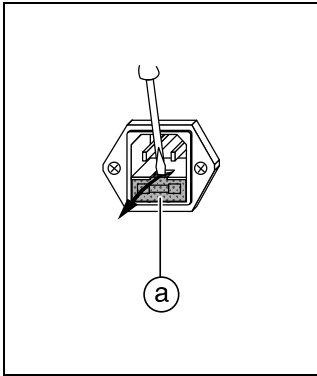

Fig. 2.1
Einsatz ① mit Fassung für Primärschmelzsicherung ② und Reservesicherung ③ heraushebeln (Fig. 2.1).
Pry out insert ① with holder for primary fuse ② and reserve fuse ③ (Fig. 2.1).